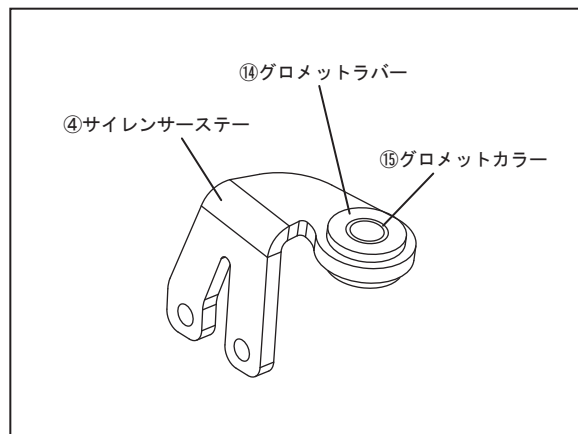

FIG. 2
3. ④サイレンサーステーに⑭グロメットラバー、⑮グロメットカラーを取り付けて下さい。（FIG. 2 参照）